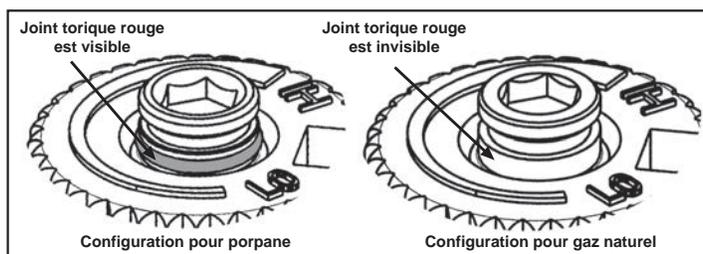

Figure 23: Joint torique sur la vis de valve.
g) Vérifiez que si la conversion est de NG au GPL, la vis doit être ré-assemblée avec le joint torique rouge visible (voyez Figure 23). Si la conversion est de GPL pour le GN, le joint torique rouge de ne doit pas être visible.